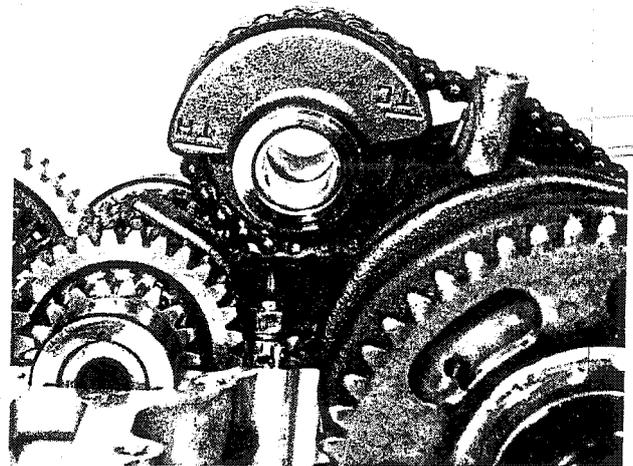

Bild 108
- Das hintere Ausgleichsgewicht anheben und die Achse einschieben. Nun ist die Stellung der Ausgleichsgewichte nach Bild 103 zu überprüfen. Falls das hintere Ausgleichsgewicht falsch ausgerichtet ist, muss die Achse herausgezogen und das Gewicht um die entsprechende Zähnezahl gegen die Kette gedreht werden (Bild 108). Dann ist die Achse wieder einzusetzen und die Einstellung nochmals zu überprüfen.